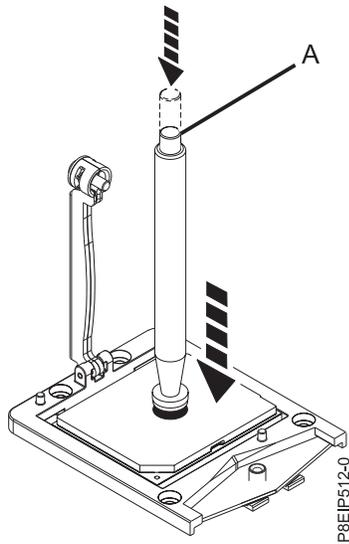

Abbildung 79. Vakuumstift am Systemprozessormodul befestigen
8. Senken Sie den Vakuurstift auf das Systemprozessormodul ab. Drücken Sie das obere Ende des Stiftes ganz herunter (**A**) und halten Sie den Stift im Zentrum des Prozessormoduls (siehe Abb. 79 auf Seite 69). Lassen Sie das obere Ende des Stiftes los, um den Stift am Prozessormodul zu befestigen.